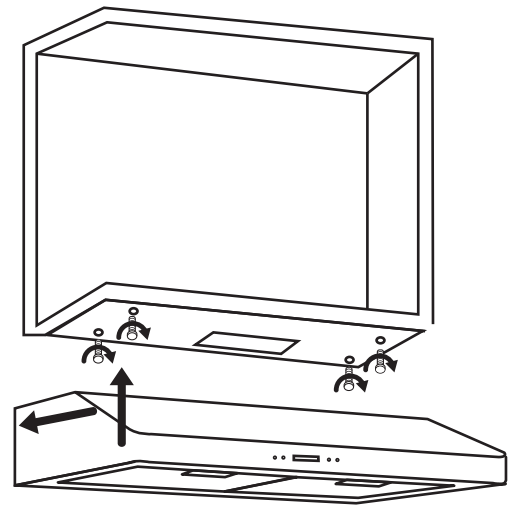

Figure 6
- En utilisant les mesures fournies à la page 7, mesurez et percez 4 trous dans le fond de l'armoire (voir figure 6).
- Alignez la hotte aux trous dans le bas de l'armoire et vissez-la (voir figure 6).